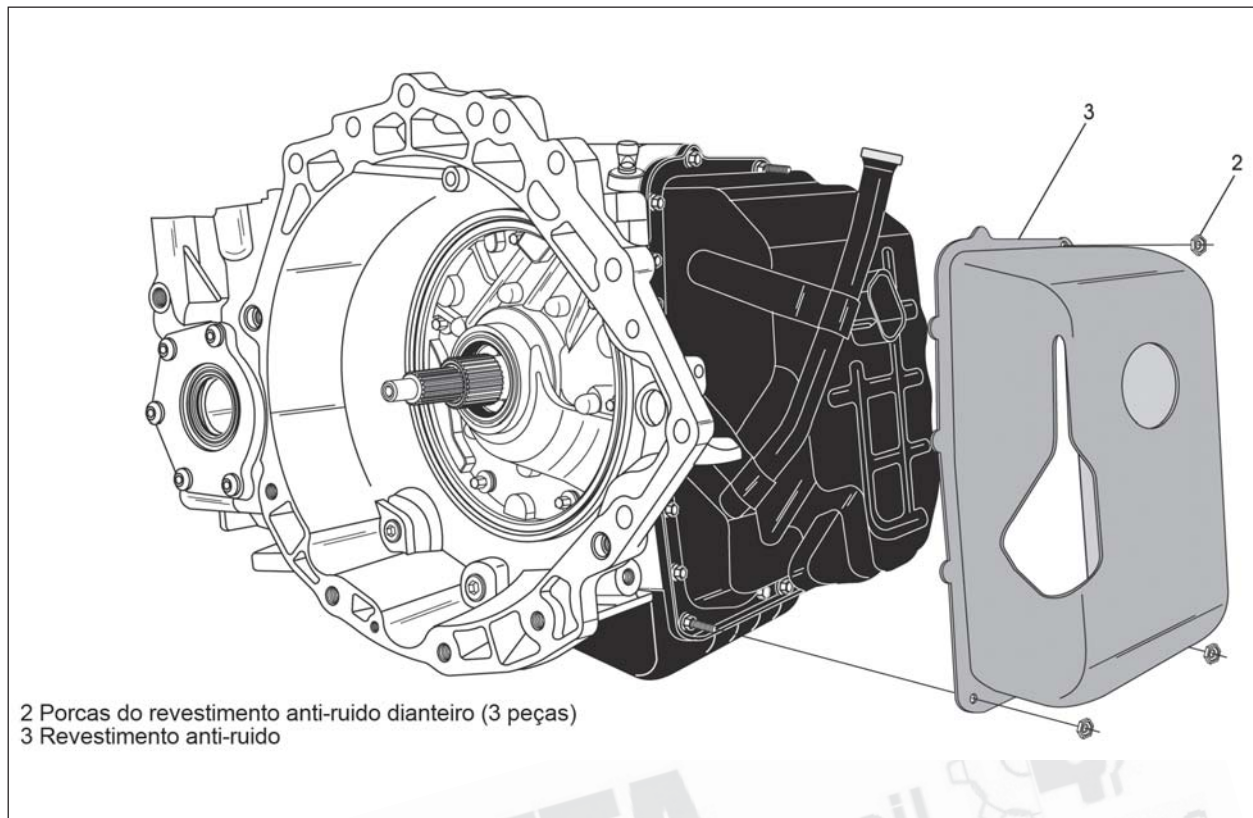

Figura 42
4. Remova as três porcas do revestimento anti-ruído dos prisioneiros da tampa, conforme mostra a figura 42.
5. Remova o revestimento anti-ruído, conforme mostra a figura 42.